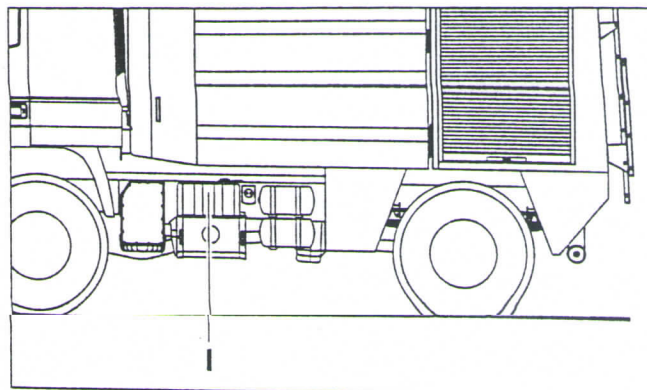

Fig. 112/1 Baterias do veículo
- Utilize apenas baterias (2 unidades) com as especificações nominais: 12 V / 220Ah (Fig. 112/1).